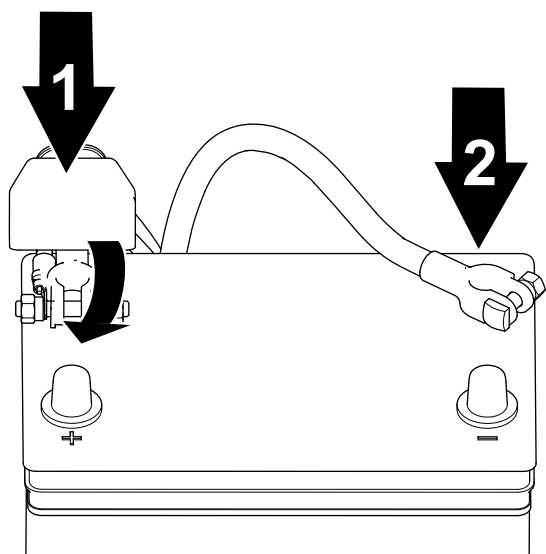

Figura 38
1. Conecte el cable positivo a la batería y apriete la tuerca de pinza de la batería (Figura 38).
2. Conecte el cable negativo a la batería y apriete la tuerca de pinza de la batería (Figura 38).